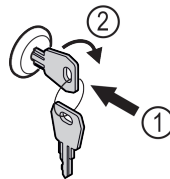

Fig. 166
- ▶ Schlüssel hineindrücken. Fig. 166 (1)
- ▶ Schlüssel um 90° im Uhrzeigersinn drehen. Fig. 166 (2)